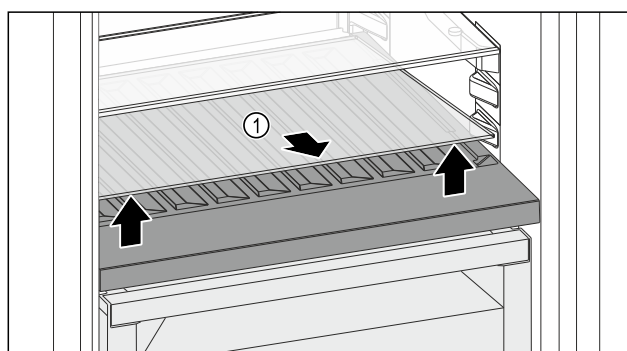

Fig. 122
- Skleněnou desku Fig. 122 (1) zvedněte za vybrání vpředu a vyjměte ji.
- Skleněnou desku Fig. 122 (1) uložte bezpečně mimo spotřebič.
- Skleněnou desku (2) vložte pod variabilní přihrádku na láhve.